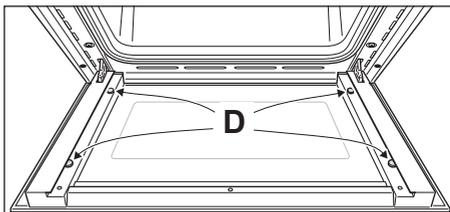

Fig. 4.17
**IMPORTANTE:** È consigliabile, durante la rimozione del vetro, tenere premuti in posizione i 4 distanziatori "D", mediante un dito, al fine di evitare la rottura o lo sfilamento dei distanziatori stessi (fig. 4.17).
- Verificare che i 4 distanziatori "D" siano nella loro posizione (fig. 4.17).